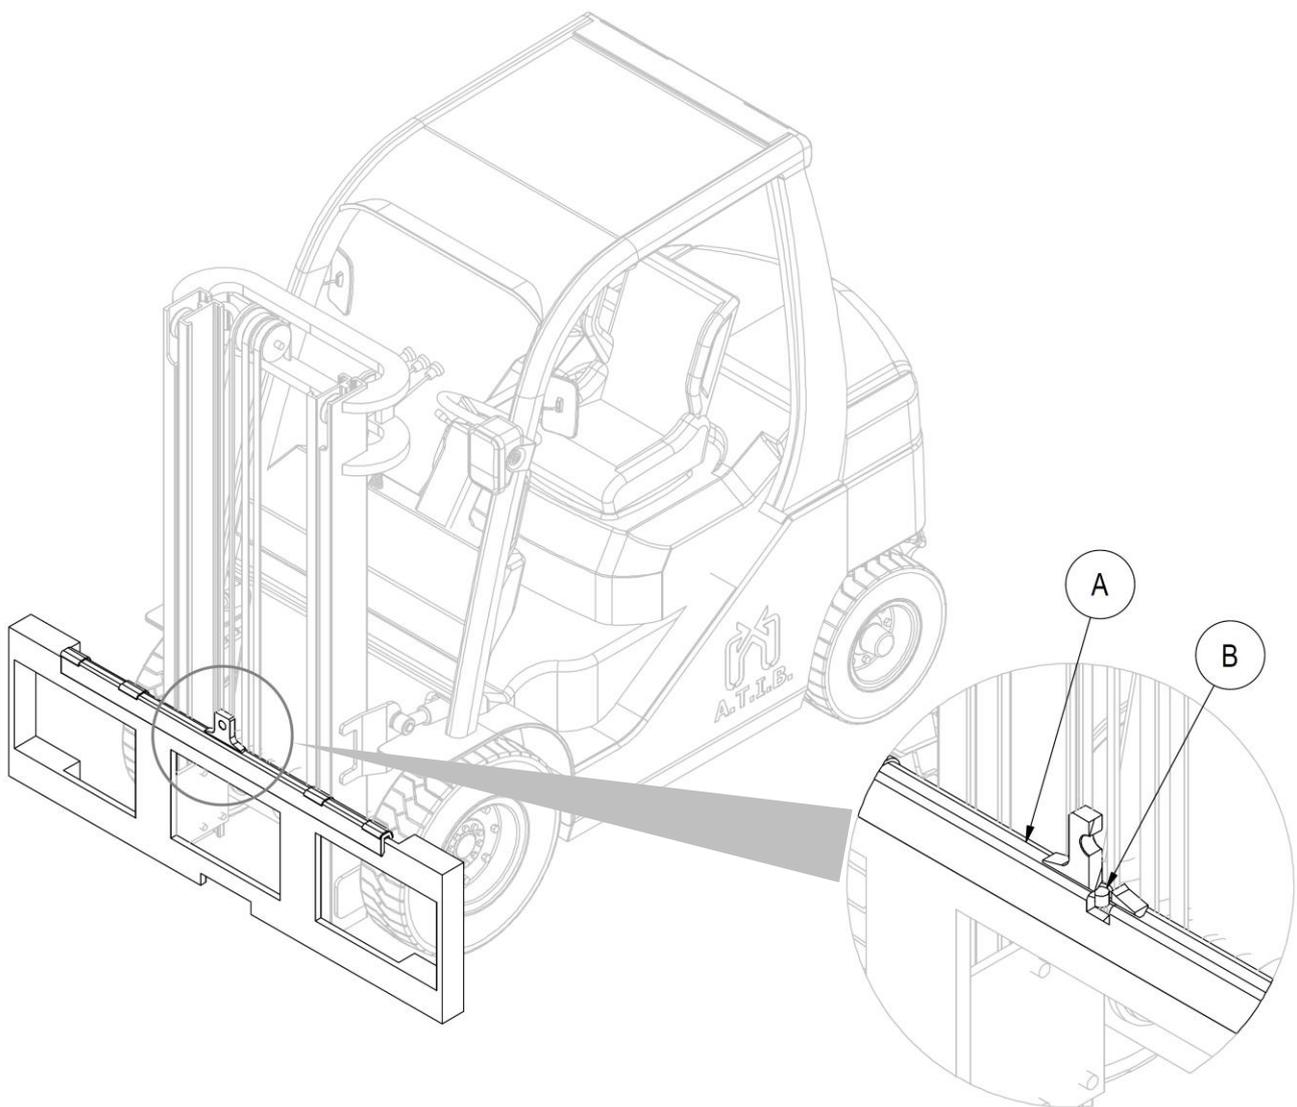

Abbildung 6
6. Nach dem Entfernen des Seitenschubzylinders, nehmen Sie manuell das Gleitprofil **A** (mit den entsprechenden oberen Gleitstücken) und positionieren Sie es auf dem oberen Profil des Gabelträgers. Bitte darauf achten, dass der Zentrierstift **B** in die mittlere Kerbe des Gabelträgers einpasst (siehe *Abbildung 6*).